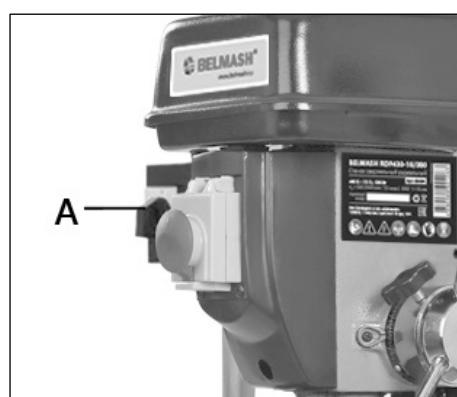

Рисунок 15.
Сначала отключите станок и установите соответствующий режущий инструмент. Затем установите переключатель (A) (рис. 15) в нужное положение. Всего положений три: (L) – вращение против часовой стрелки, (R) – вращение, (0) – положение отключения магнитного пускателя.